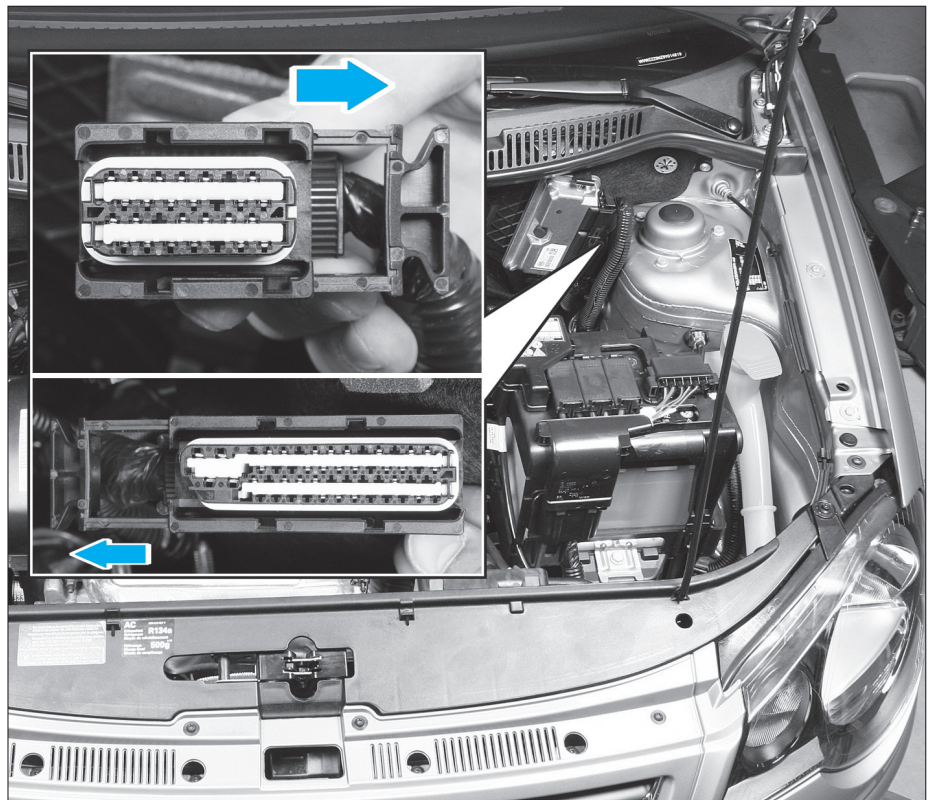

Fig. 22
- Débrancher les connecteurs (flèches) du calculateur (Fig.22).